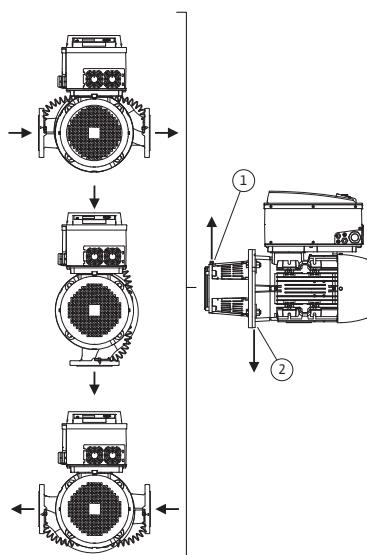
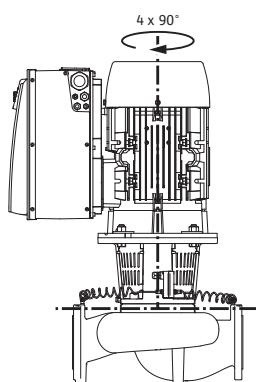

Fig. 18: Tillåtna monteringslägen med horisontell motoraxel
Fig. 19: Tillåtna monteringslägen med vertikal motoraxel
- Avluftningsventilen på lanternan (Fig. 6, pos. 1.31) måste alltid vara riktad uppåt vid en horisontell motoraxel (Fig. 6a: och Fig. 6b:). Vid en vertikal motoraxel är alla riktningar tillåtna. Se även Fig. 18: "Tillåtna monteringslägen med horisontell motoraxel" på sidan 25 resp. Fig. 19: "Tillåtna monteringslägen med vertikal motoraxel" på sidan 25.
- På horisontella motoraxlar måste kondensathålen peka nedåt (Fig. 18, pos. 2). Vrid motorn vid behov tills detta uppnås.